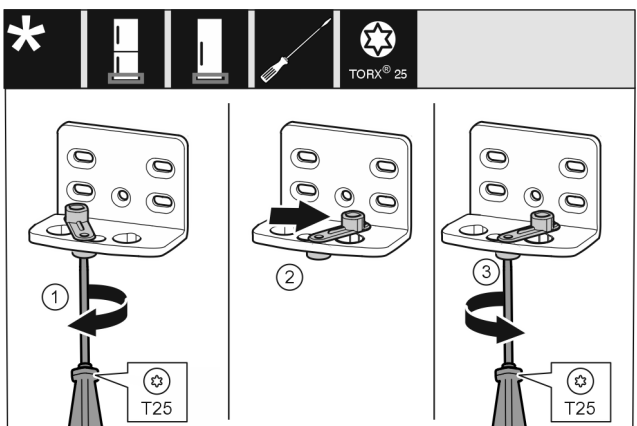

Fig. 10
- ▶ Vijake rahlo privijte z izvijačem T25. Fig. 10 (1)
- ▶ Pripomoček za zapiranje vrat dvignite in v izvrtini zavrtite za 90° v desno. Fig. 10 (2)
- ▶ Trdno privijte vijak z izvijačem T25. Fig. 10 (3)